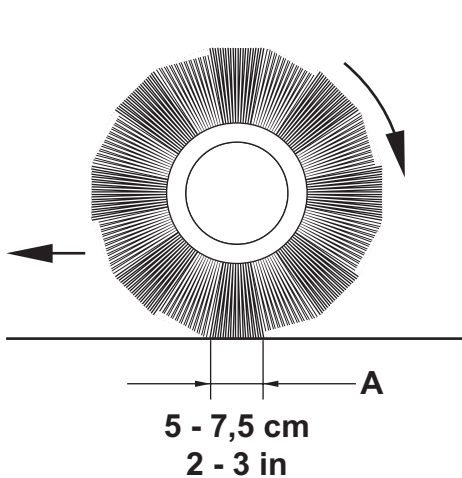

Abbildung 4
8. Schritte 2 bis 7 wiederholen, bis der gereinigte Streifen wie in Abbildung 4 gezeigt breit ist.